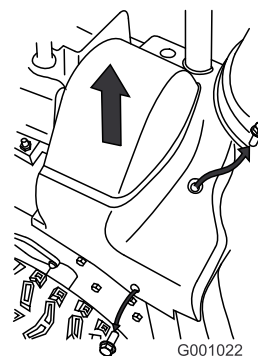

Figure 39
2. Soulevez le côté droit du couvercle de courroie (Figure 39).